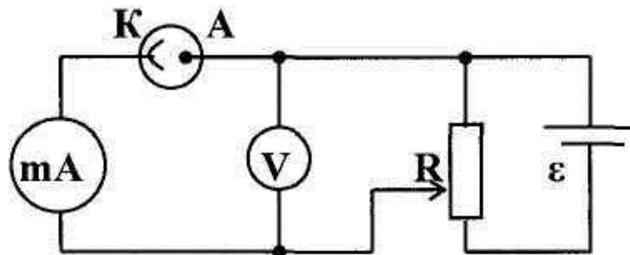

Рис. 10
1. Нарисуйте в тетради схему электрической цепи (рис. 10)